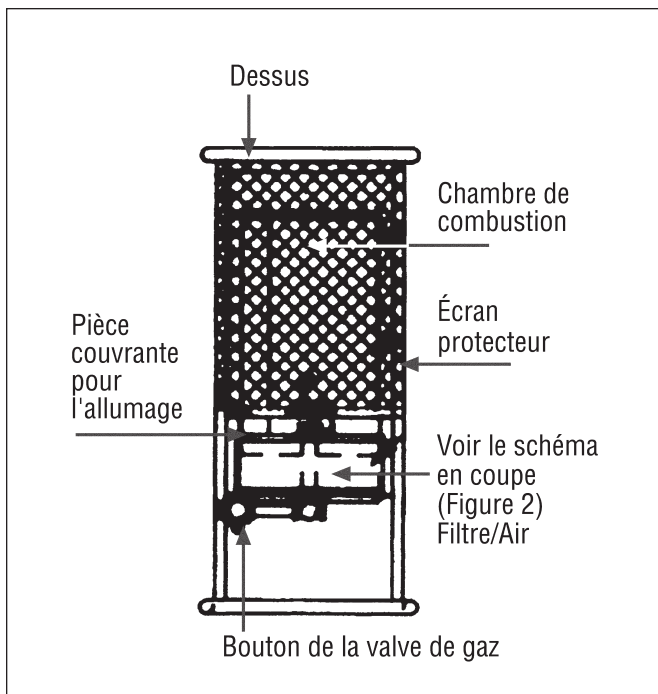

Figure 1
- 6b Pour allumer la veilleuse, déplacez le couvercle du trou d'allumage (voir figure 1) et placez une allumette allumée dans le trou. Appuyez sur le bouton de la valve de gaz et maintenez-le enfoncé pendant l'allumage tout en observant le bouton de la veilleuse. Assurez-vous que l'allumette allume le brûleur. Laissez la veilleuse brûler pendant environ 30 secondes avant de relâcher le bouton de la valve de gaz. Si la veilleuse ne reste pas allumée, répétez la démarche d'allumage et attendez un peu plus longtemps avant de relâcher le bouton de la valve de gaz.
7. Faites tourner le bouton de la valve de gaz en sens anti-horaire jusqu'à la position « ON » (voir figure 1). Le brûleur s'allumera. Le bouton de tour dans le sens des aiguilles d'une montre jusqu'à l'arrêt pour la position de